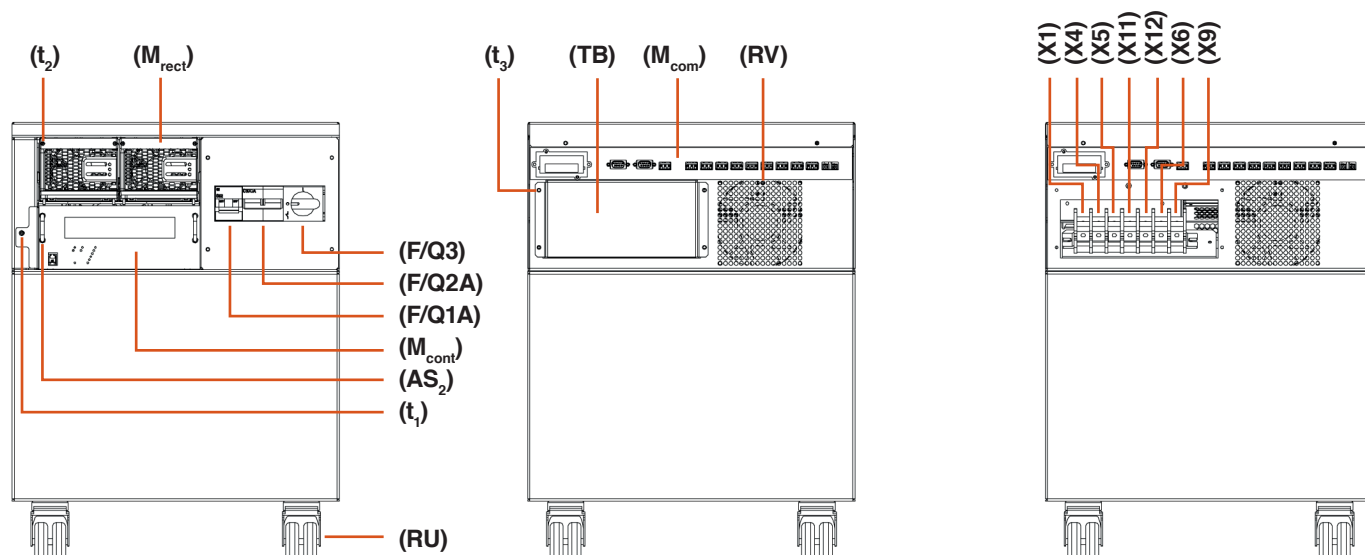

Fig. 4. Vista caixa com rodas.
- Sistema em caixa com capacidade para baterias. Partindo da versão de mesa, na base é unida uma caixa que integra rodas giratórias e que inclui o espaço para um determinado grupo de baterias (Ver Fig. 4).